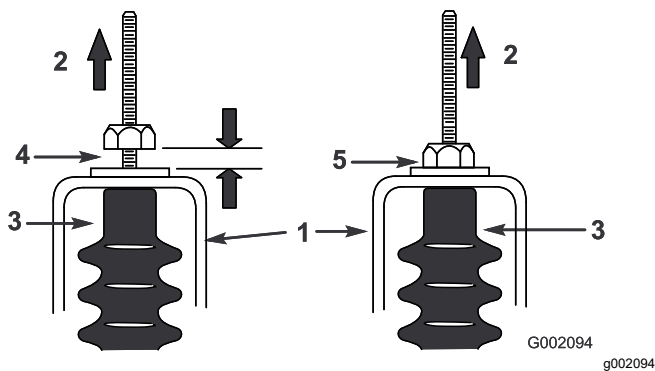

Figura 46
5. Tire hacia arriba de cada cable de cambio y asegúrese de que hay una distancia de 0.76 mm – 1.52 mm (0.03" – 0.06") entre la tuerca/arandela y la pletina de punto muerto (Figura 46).